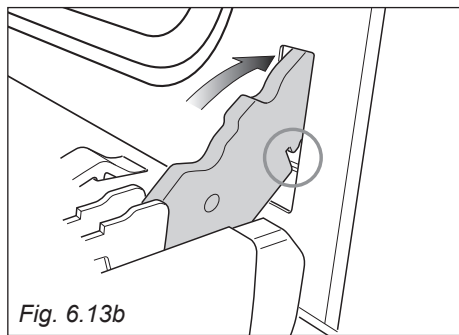

Fig. 6.13b
2. Inserire i ganci delle cerniere (destra e sinistra) nel loro alloggiamento; assicurarsi che l'incavo entri nell'apposito alloggiamento (fig. 6.13b).